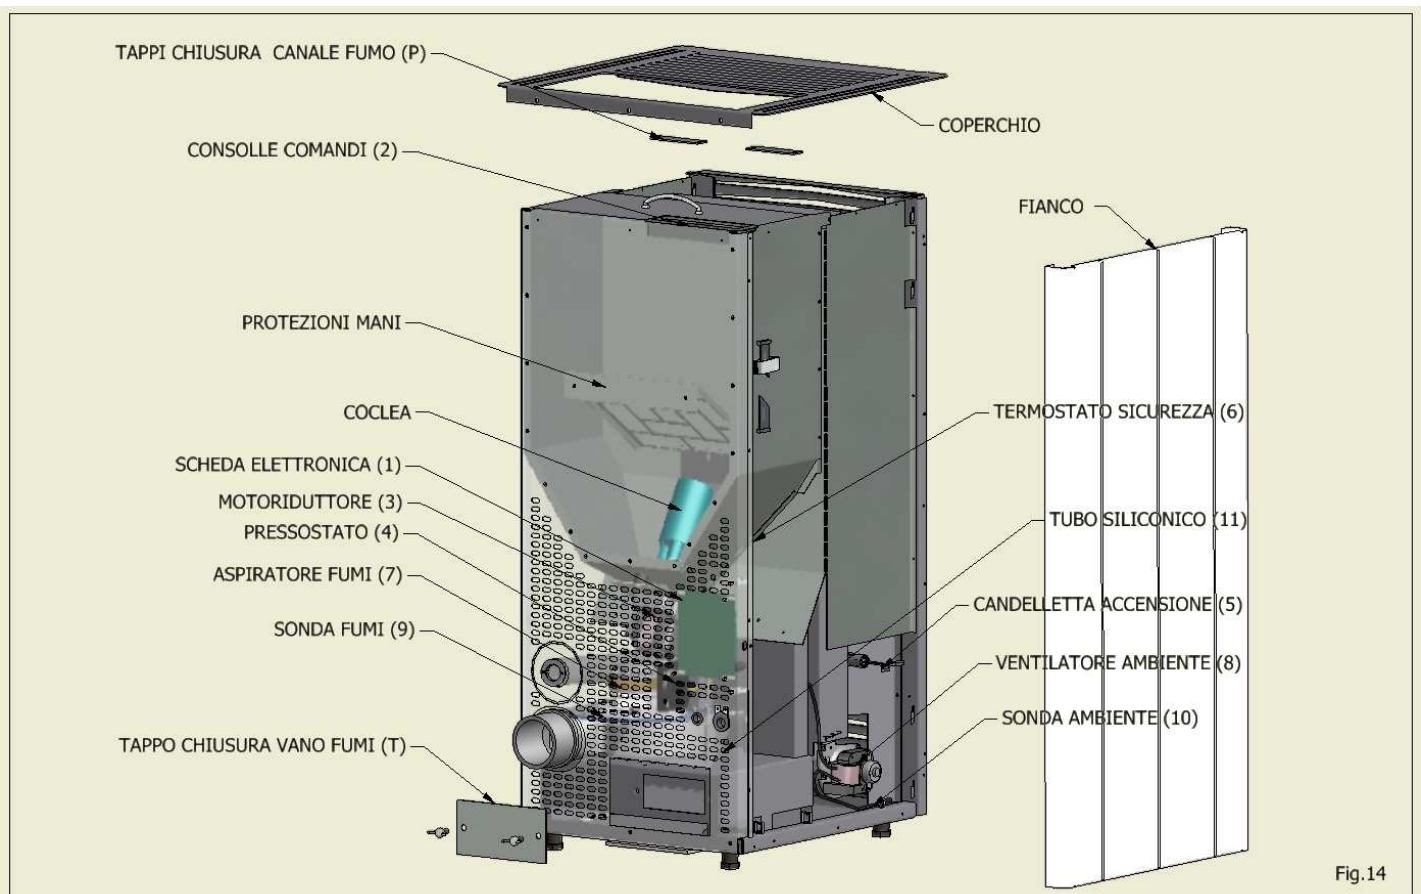

Fig.14
Ogni 2-4 settimane si deve provvedere alla pulizia del vano fumi (vedi fig.14).
Ogni anno pulire i canali fumi (vedi fig.14).
Pulire annualmente il ventilatore ambiente e il ventilatore fumi da cenere o polvere la quale causa uno sbilanciamento delle pale e una rumorosità maggiore (vedi fig.14 pag.19.). Data la delicatezza dell'operazione, far eseguire la pulizia da un tecnico specializzato.
Diamo alcune indicazioni per il tecnico da adoperarsi per accedere alle parti meccaniche della stufa, procedere come segue (vedi fig.14):
- Svitare il coperchio . Sganciare i fianchi laterali dx e sx e sfilarli dalla loro sede. (vedi fig.14).